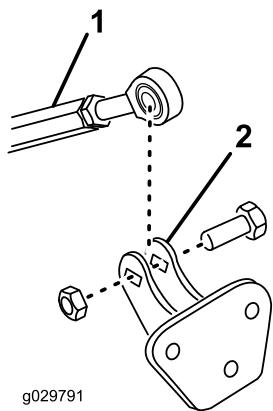

Figura 10
5. Prenda a extremidade da barra do encaixe ao suporte do cilindro. Utilize um parafuso (1/2 x 1-1/2 polegadas) e uma porca (1/2 polegada), como se mostra na Figura 10.